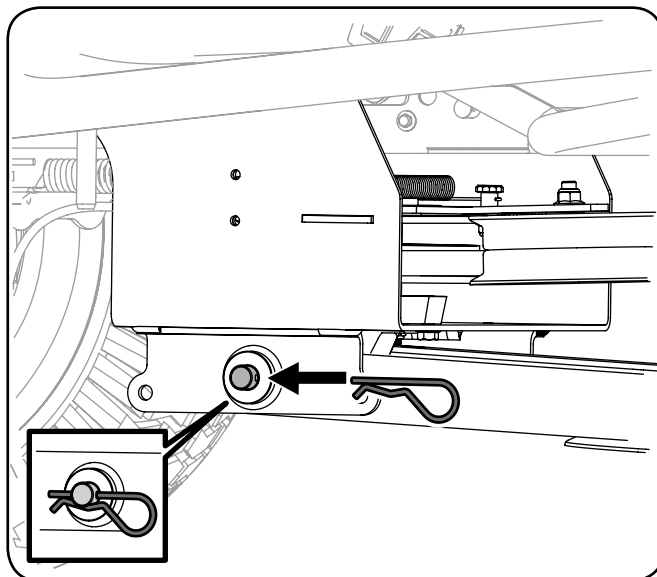

Рисунок 3-24
2. Поднимите заднюю часть направляющей рамы вверх и прикрепите ее изнутри к несущей платформе посредством снятых ранее штифтов с головкой и пружинных шплинтов (см. рис. 3-24).